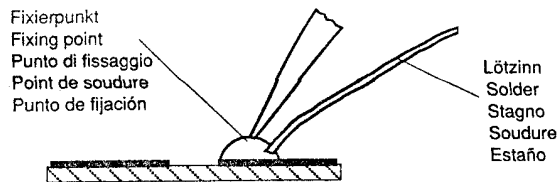

Fig. 3
3. Schritt: Lötspitze von Lötresten säubern. Lötperle anbringen (Fig. 3).
3. Pulire il punto dai residui di saldatura. Applicare una goccia di stagno (Fig. 3).
3. step: Remove possible residues from the soldering point. Then apply a solder bead (Fig. 3).
3. Aspirer les restes de soudure sur le circuit. Poser une pointe de soudure (Fig. 3).
- Tercer paso: Limpiar el punto de soldadura de residuos de la soldadura anterior. Poner una gota de estaño (Fig. 3).